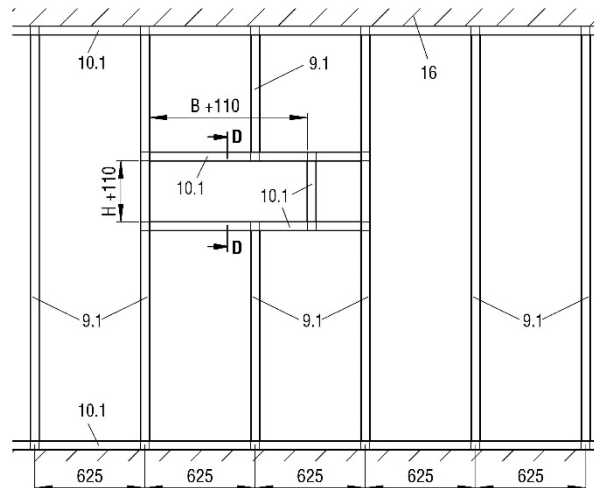

Figura 21: sostegno in metallo con modifiche necessarie per montaggio a secco con telaio a incasso ER-P1
- Innalzare la struttura in metallo e la parete secondo le indicazioni del costruttore e le modifiche necessarie come rappresentato nella Figura 21. Prevedere lo spazio per montare la BKP-EN con telaio a incasso ER-P1 (pos. 17).
- Produrre un intradosso perimetrale (Pos. 20.1) con pannelli in cartongesso da 20 mm e avvitarli al centro del telaio di metallo (pos. 19.1 - fissaggio es. viti per cartongesso \varnothing 3,5x35 mm, distanza viti \leq 250 mm o meno, ma almeno 2 viti per lato).
- La serranda tagliafuoco viene fissata con i lati lunghi (superiore e inferiore) con due placchette (pos. 18, 4 per serranda) sulla costruzione portante (profili - pos. 10.1). Le placchette vengono fissate sulla struttura portante con 2 viti per costruzioni (pos. 19.2 ad es. \varnothing 5,5x90 mm).